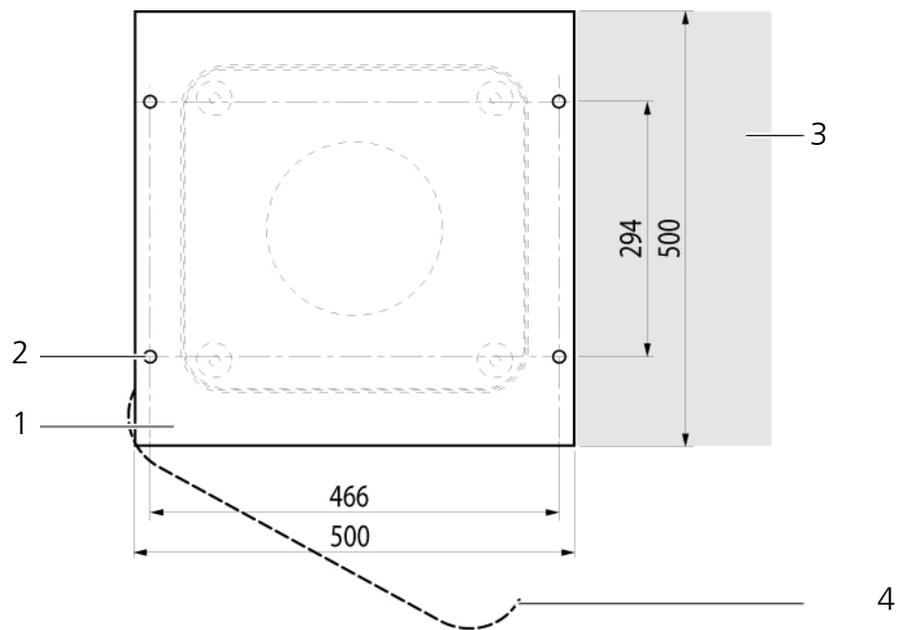

Abb. 4: Bohrschablone
Vor dem Aufstellen des CHM 15k sind im Betonfundament Löcher und Dübel $\varnothing 12$ (4 Stück Dübel gehören zum Lieferumfang) entsprechend der Bohrschablone Abb. 4 einzubringen.
4. CHM 15k in Einbaulage (senkrecht) auf dem Betonfundament positionieren. Dabei auf die Lage der Außentür in Bezug zum Elektro-Anschlusskasten des Betreibers achten (siehe Abb. 4).